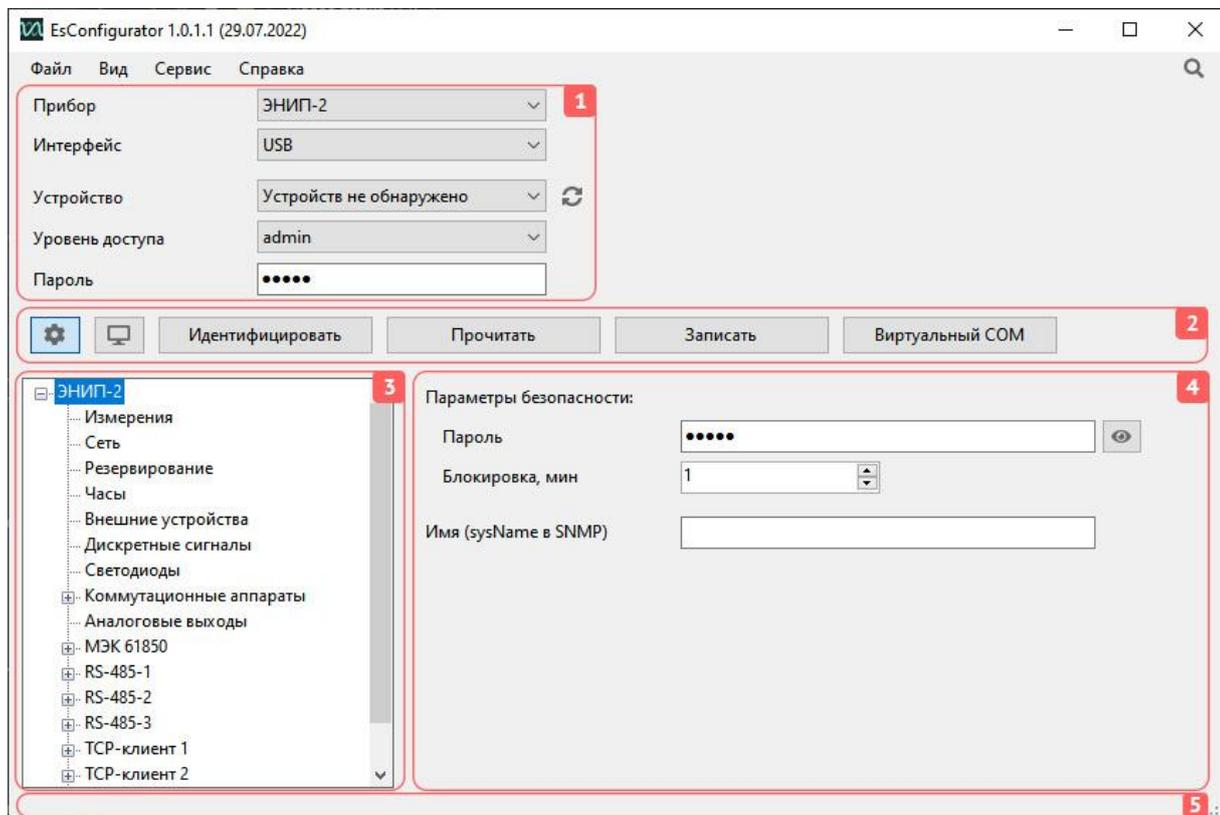

Рисунок 4.1. Стартовое окно "ES Конфигуратор"
4.1.1 При запуске программы открывается следующее окно (рис. 4.1):